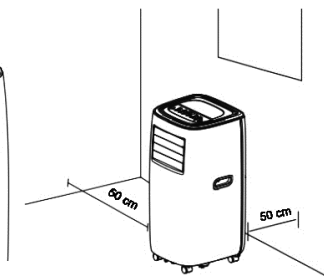

Fig. 3
3. Assurez-vous que l'unité est en position verticale et qu'il n'y a pas d'obstacles sur les grilles d'entrée et de sortie (Fig.3).